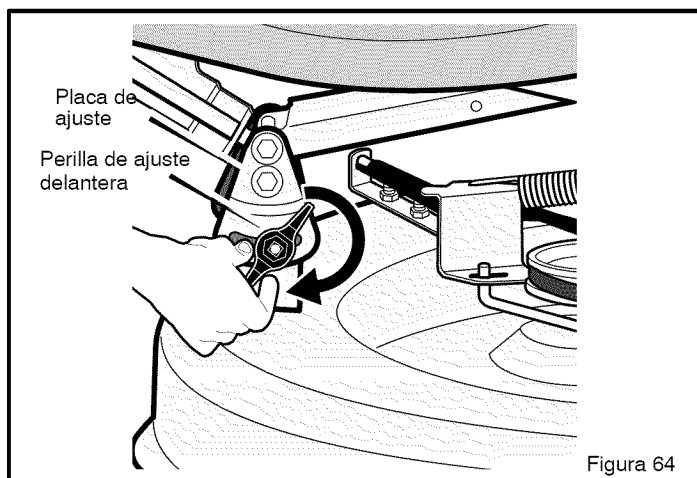

Figura 64
6. Afloje la **perilla de ajuste** trasera y delantera (Figure 23 y Figura 64). Verifique que ambos lados del cárter estén sobre una superficie nivelada.